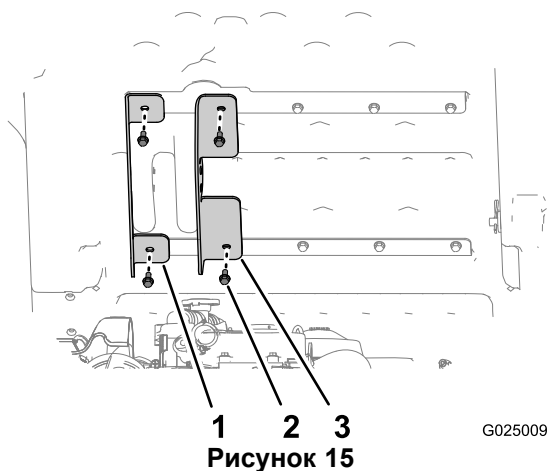

Рисунок 15
3. Совместите левый наружный подъемный кронштейн (кронштейн с короткими фланцами) с наружными отверстиями в верхней и нижней поперечинах кузова (Рисунок 15).
4. Прикрепите наружный подъемный кронштейн к кузову с помощью 2 болтов, снятых при выполнении действий, описанных в пункте 1, и затяните болты вручную (Рисунок 15).
5. Совместите внутренний подъемный кронштейн (кронштейн с длинными фланцами) с внутренними отверстиями в верхней и нижней поперечинах кузова (Рисунок 15).
6. Прикрепите внутренний подъемный кронштейн к кузову с помощью 2 болтов, снятых при выполнении действий, описанных в пункте 2, и затяните болты от руки (Рисунок 15).